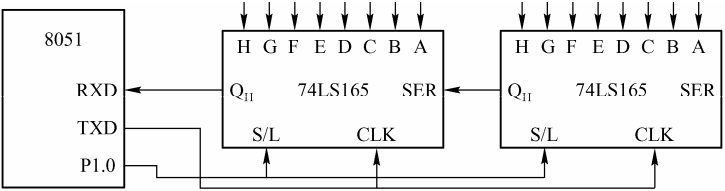

图 4.14 用 74LS165 扩展 8 位并行输入口
**解:** 如图 4.14 所示是利用两片 74LS165 扩展 2 个 8 位并行输入口的电路。